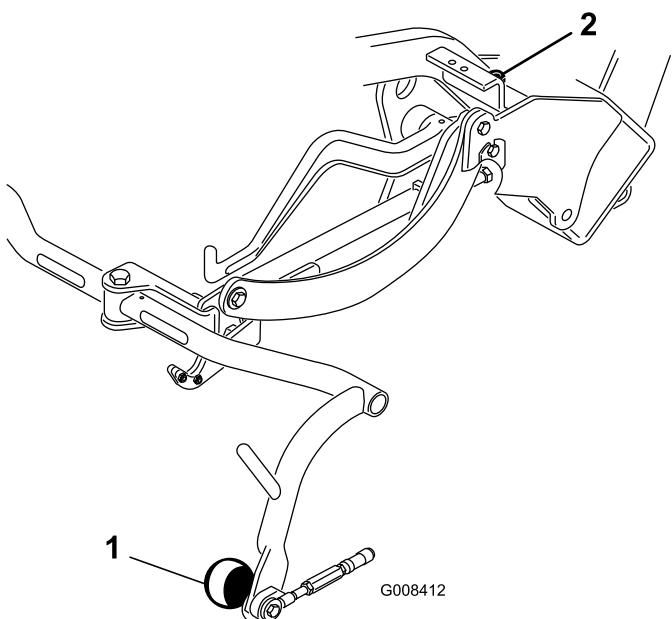

Figura 10
3. Si se requiere un ajuste, afloje la contratuerca del tornillo del tope del bastidor de tiro (Figura 10) y gire el tornillo en uno u otro sentido para elevar o bajar el bastidor de tiro. Apriete la contratuerca después de realizar el ajuste.